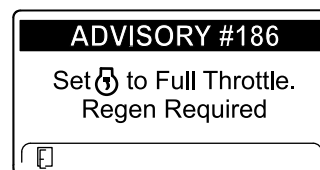

Bild 33
**Hinweis:** Wenn die Auspufftemperatur zu niedrig ist, wird im InfoCenter ADVISORY#186 (Bild 33) angezeigt, um Sie zu informieren, dass Sie den Motor auf Vollgas (hoher Leerlauf) eingestellt haben.